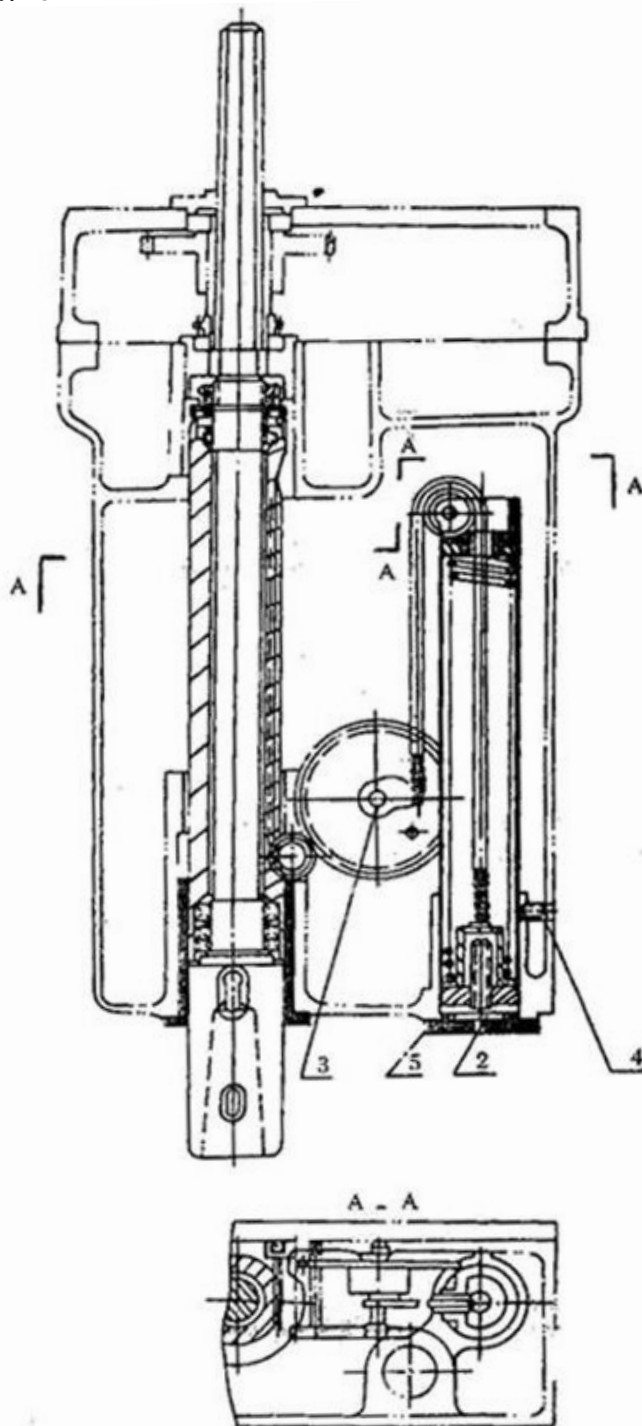

Рис. 7.2
7.2.4. Регулировка силы уравнивания шпинделя (см. рис. 7.2)